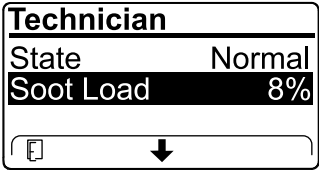

Figura 44
- Veja a carga de fuligem que é medida como percentagem de fuligem no DPF (Figura 44); consulte a tabela de carga de fuligem.